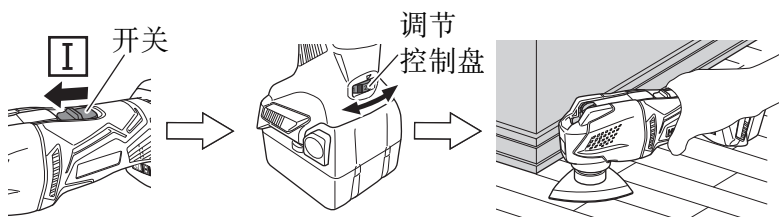

图 10
1. 开启装置并使用调节控制盘设置应用工具的速度。（图 10）
2. 轻轻地将应用工具放置在材料上，然后以平稳的速度前后移动应用工具。（图 10）